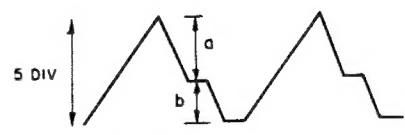

Fig. 14-7 Forme d'onde
- 3. Si la forme d'onde est semblable à celle de la Fig. 14-7, faire varier le gain du oscilloscope jusqu'à ce qu'elle soit en dents de scie avec 5 divisions crête à crête puis, en se reportant à la Fig. 14-7, régler VR1 jusqu'à ce que a à b soit égal à 2.8 à 2.2 (veiller à ce qu'aucun bruit ne gêne le réglage).